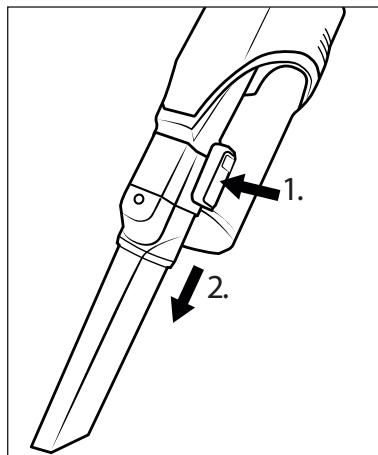

Abb. 15
- ◆ Zum Entfernen des Zubehörs, halten Sie die Entriegelungstaste am Zubehör gedrückt und ziehen Sie dann das Zubehör vom Saugrohr ⑯ oder von der Saugöffnung des Gerätes ab (siehe Abb. 15).